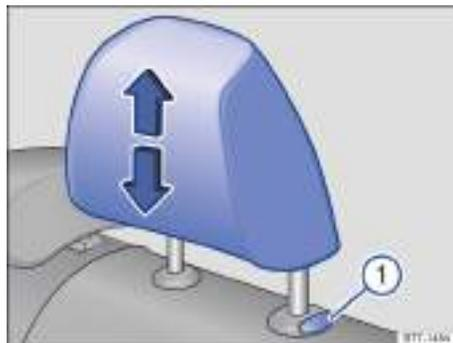
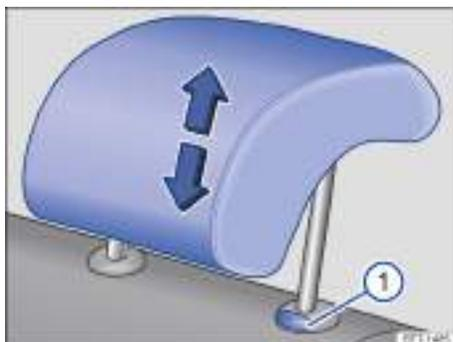

Fig. 68 Plazas traseras laterales: ajustar el apoyacabezas.
Fig. 69 Plaza trasera central: ajustar el apoyacabezas.
- Desplace el apoyacabezas en el sentido de una de las flechas: hacia arriba o hacia abajo a la vez que presiona la tecla → fig. 68 ① o → fig. 69 ① → ▲ en *Introducción al tema* de la página 80.